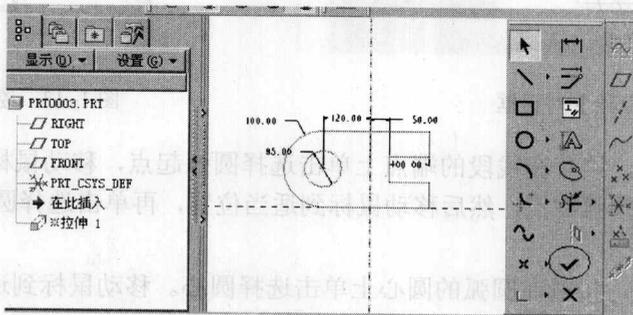

图 1-17 退出草绘
(1) 设置好所有的尺寸后，单击  按钮，如图 1-17 所示。